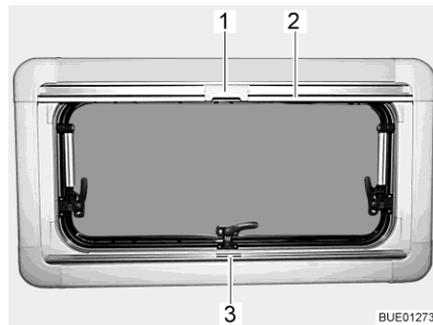

Bild 102 Ausstellfenster
- Faltverdunklung in der Mitte der Griffleiste (Bild 102,3) fassen, von unten nach oben ziehen und auf der gewünschten Höhe loslassen. Die Faltverdunklung bleibt in dieser Höhe stehen.
- Insektenschutzrollo an der Griffleiste (Bild 102,2) nach unten ziehen, bis es an der Griffleiste der Faltverdunklung (Bild 102,3) anstößt.
- Raste (Bild 102,1) am Insektenschutzrollo mit der Griffleiste der Faltverdunklung verriegeln.
- Raste (Bild 102,1) am Insektenschutzrollo oben nach hinten drücken.
- Insektenschutzrollo an der Griffleiste (Bild 102,2) langsam zurückführen.